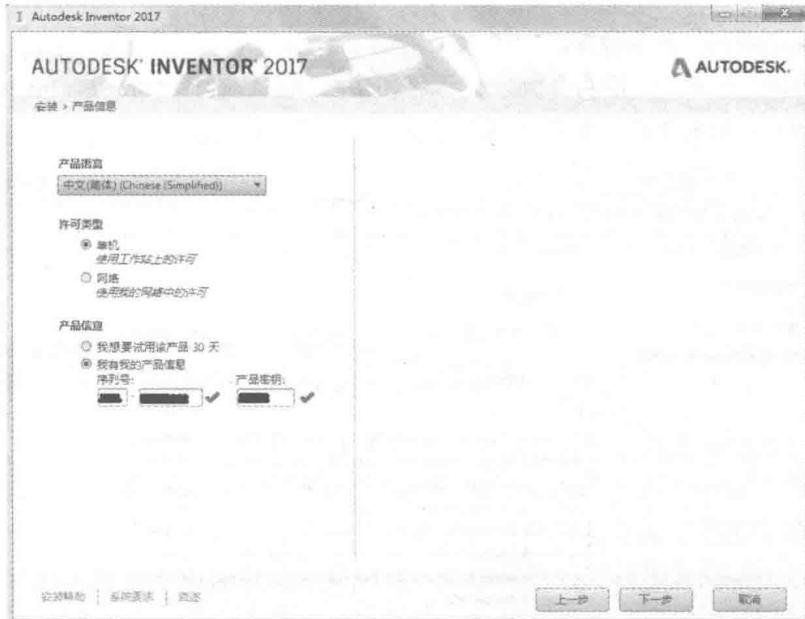

图 1-2 “产品信息”界面
- 步骤 02** 单击“安装”按钮，在打开的窗口中单击“下一步”按钮，进入“产品信息”界面。如果用户选择的不是“我想要试用该产品 30 天”，则需要提供产品密钥和序列号数据，如图 1-2 所示。